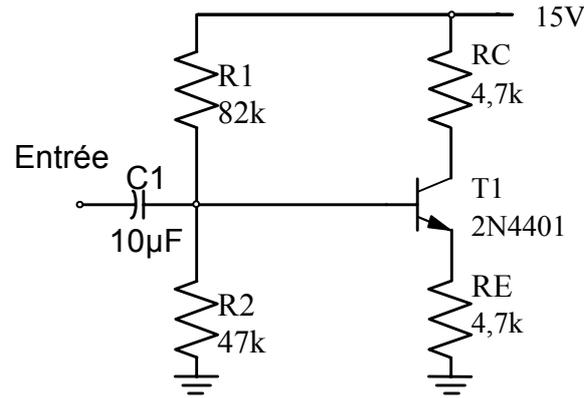

Figure 6-11
- a) Réalisez le montage de l'amplificateur de la Figure 6-11 et prenez les mesures nécessaires afin de compléter le Tableau 6-9 e
Utilisez le générateur de signaux comme source d'une tension sinusoïdale à l'entrée de l'amplificateur de la Figure 6-11. Ajustez l'amplitude du signal à 0,5V crêt à crêt et la fréquence à 1 kHz environ.